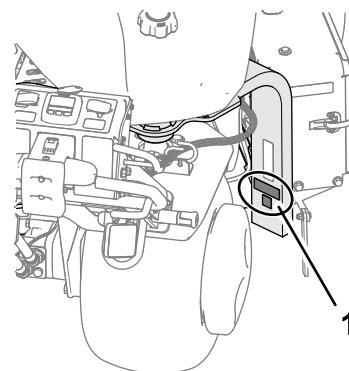

Bild 19
2. Reinigen Sie das Gabelbein mit Alkohol, wie in **Bild 19** dargestellt, und lassen Sie die Oberfläche trocknen.
3. Bringen Sie den CE-Aufkleber und den Aufkleber mit dem Produktionsjahr auf dem Gabelbein an (**Bild 19**).